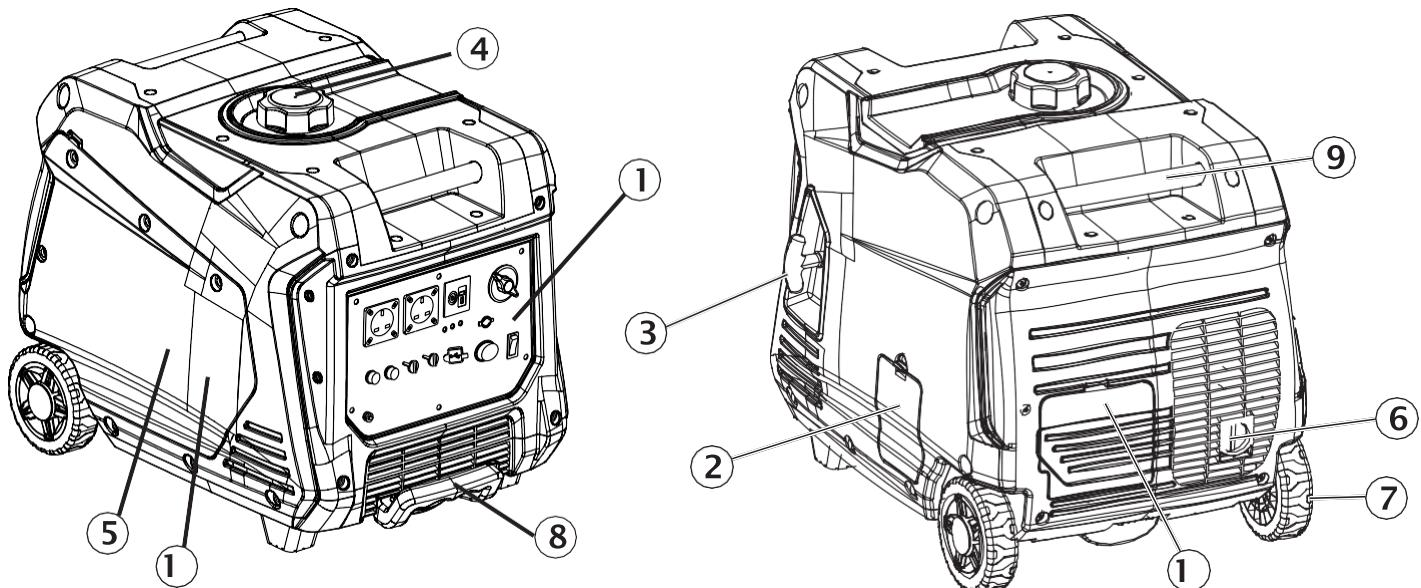

Figur 2: Installera batterikablar
10. Dra det svarta skyddet bakåt och anslut batteriets minuskabel (svart hölje) till batteriets minuspol enligt figur 2.